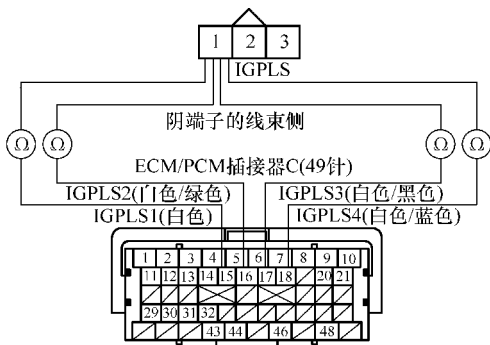

图 4-30 测试点火线圈与 ECM/PCM 电路
8) 如图 4-30 所示, 检查相应的点火线圈 3 号端子和故障气缸相应的 ECM/PCM 插接器端子之间是否导通。